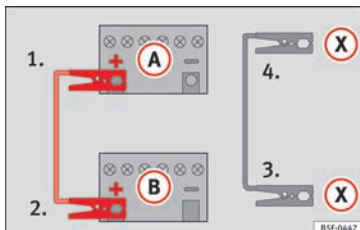

Bild 78 Skiss över anslutning i fordon med start-/stoppsystem
- **Fordon med start-/stoppsystem:** Anslut ena änden av den **svarta** startkabeln **X** till en lämplig jordpunkt, en fast metalldel på motorblocket eller till själva motorblocket » » bild 78.